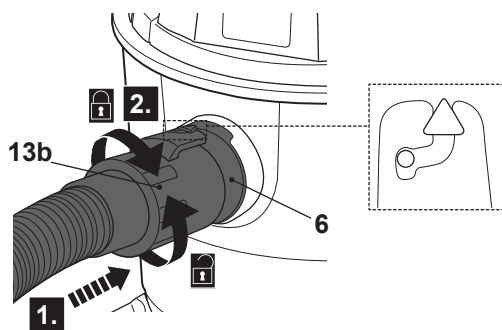

Fig. 10
- > Alinee la flecha que hay en el conector del tubo (13b) con la lengüeta de la apertura exterior de la entrada de aire (6) y deslice el conector del tubo en la apertura exterior de la entrada de aire (Fig. 10, paso 1).
- > Gire el conector del tubo (13b) en el sentido de las agujas del reloj y compruebe que la conexión esté bien fijada (Fig. 10, paso 2).